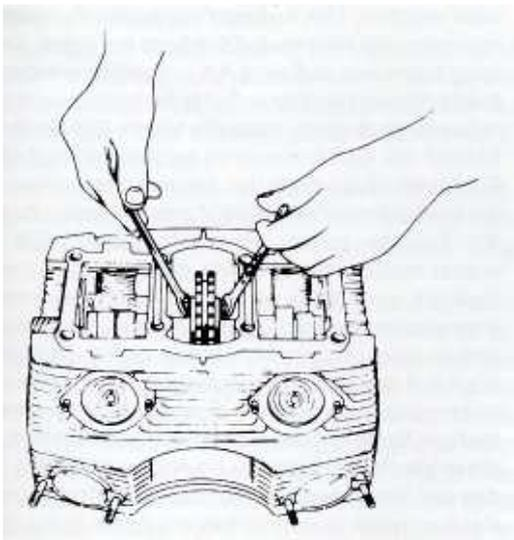

Bild 85
- Mit beiden 9 mm-Ringschlüsseln die Verbindungsmuttern der Nockenwellenflansche zum Kettenrad lösen (Bild 85). Wegen der beengten Raumverhältnisse müssen die Schlüssel sehr schlank sein, es müssen aber Ringschlüssel sein, sonst werden die Muttern beschädigt. Gegebenenfalls den Abzieher an der rechten Nockenwellenhälfte ansetzen, sonst wird die Nockenwelle mit einem weichen Dorn ausgetrieben (Bild 86). Man muss gegen das Kugellager klopfen, nicht gegen den Nockenwellenflansch oder den Nocken. Die Nockenwelle muss zusammen mit beiden Lagern und dem Flansch abgezogen werden. Dabei muss man sehr vorsichtig vorgehen, denn wenn das innere Lager nicht genau rechtwinklig durch den Sitz des äusseren Lagers gleitet, kann der Zylinderkopf so beschädigt werden, dass er ersetzt werden muss. Der Ausbau wird durch Anwärmen des Zylinderkopfes erleichtert.